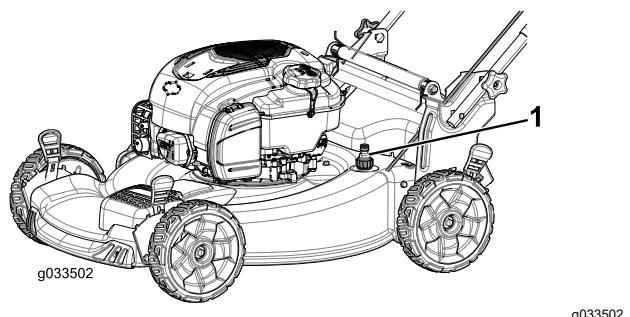

図 21
- 洗浄ポートにホースを接続し、ホースを水道栓につなぐ図 21。